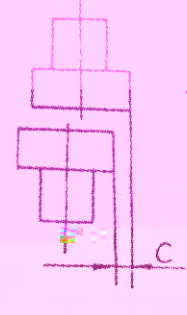

图3
- d.中心线对中是指泵和电机轴心线的对中程度。应使C值的圆周方向小于0.08毫米(参见图3)。